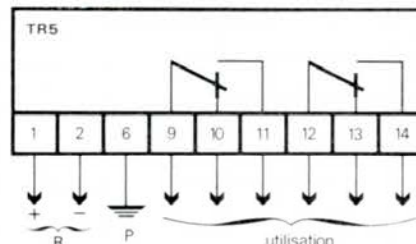

Fig. 5
- sans inverseur signal-recherche (fig. 5).